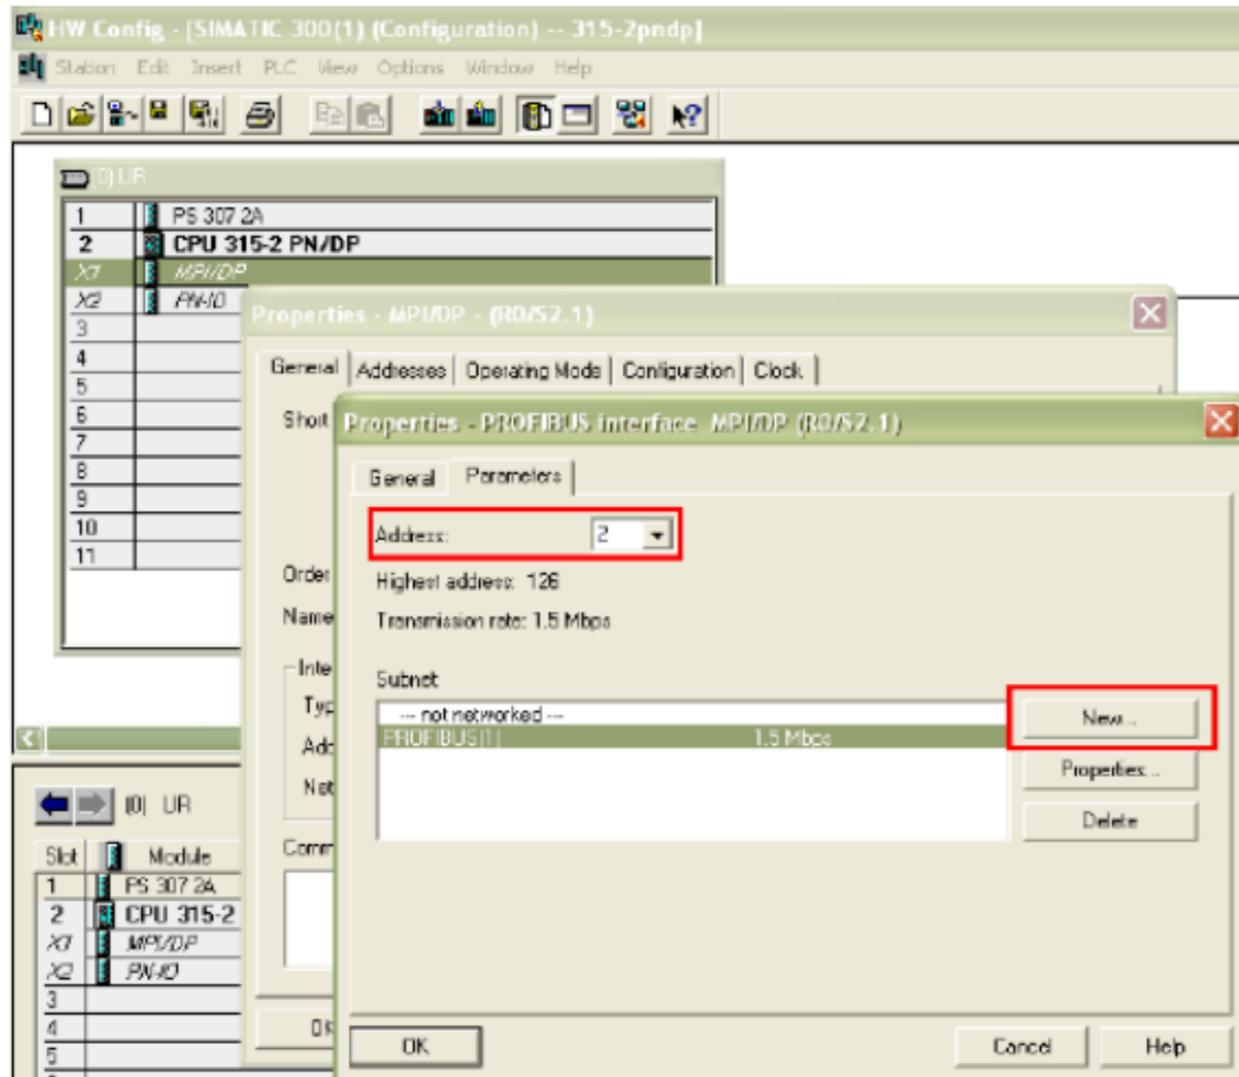

图 2.2
B. 点击 New 按钮，在 Subnet 下新建一个 PROFIBUS 网络，在弹出的对话框中设置参数，如图 2.2 所示：